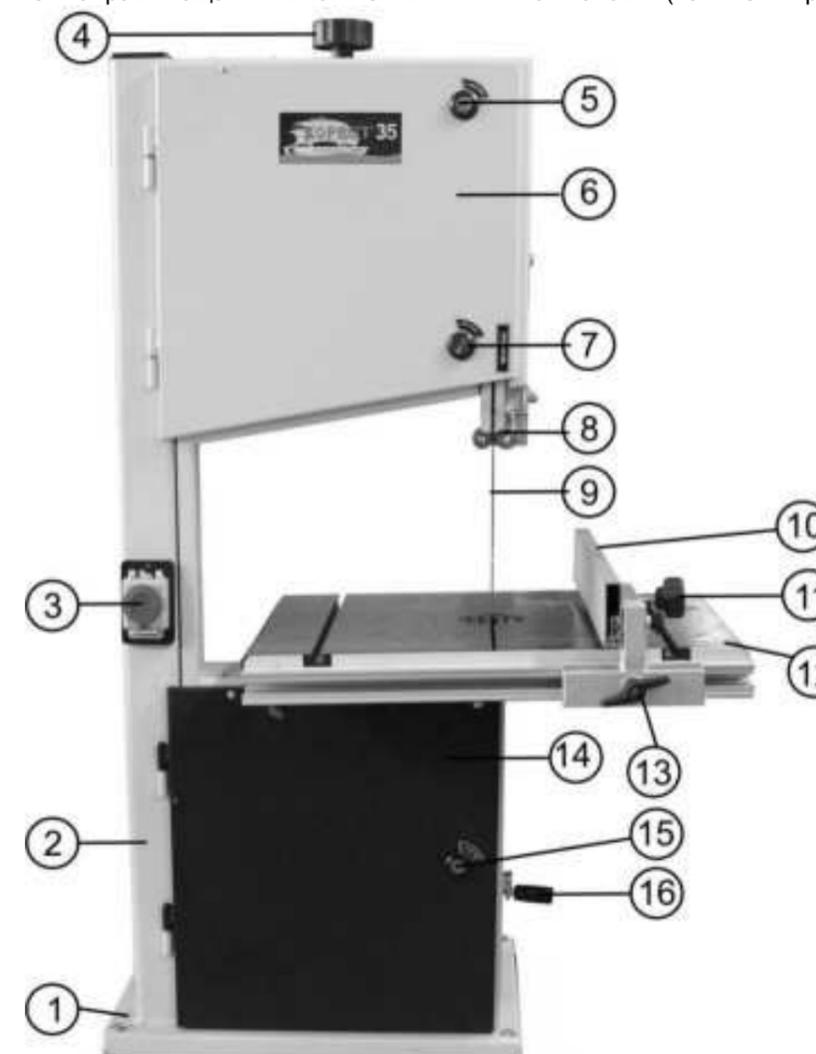
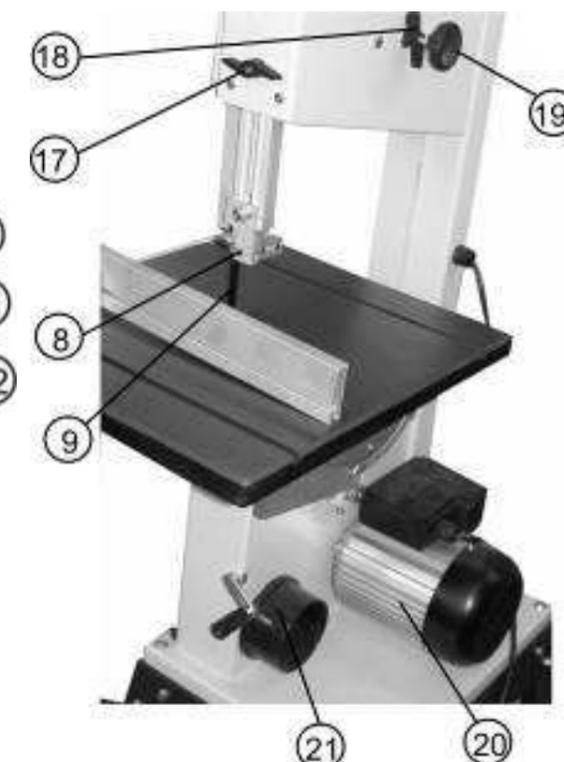

Рис. 2
Рис. 3
8.1.2. При установке пилы на верстаке (для обеспечения устойчивости) пила должна быть надежно прикреплена к верстаку через специальные отверстия в нижней части основания (1), Рис.2. Для этой цели необходимо установить болтовые соединения. Обязательно используйте при креплении плоскую и пружинную шайбы на каждый болт (не комплектуется).
- Переносите пилу при помощи подъемных механизмов и приспособлений, учитывая массу пилы (см. Табл.1) и только за основание (1), Рис.2.
12.1.1. Перед включением убедитесь в том, что патрубок пылесборника (21) пилы, Рис. 2, Рис. 3, подсоединён к устройству для сбора стружки и древесной пыли (см. Приложение А).
12.1.2. Поместите заготовку на рабочий стол (12). Проверьте плавность движения и равномерность прилегания заготовки к подвижному упору (10) и рабочему столу (12), Рис. 2.
12.3.4. Подачу заготовки осуществляйте двумя руками, не допуская опасной близости их к движущейся пильной ленте (9), с равномерной скоростью, без толчков, постоянно контролируя прижим заготовки как к рабочему столу (12), так и к подвижному упору (10). Продольное усилие подачи не должно перегружать пилу, не должно смещать пильную ленту (9) от траектории движения. Любая остановка заготовки может образовать неровность или ступень на срезе заготовки, Рис. 2.
12.3.6. При выполнении прямолинейных продольных или поперечных пиления заготовка обязательно должна плотно лежать на рабочем столе (12) и, кроме того, опираться на подвижный упор (10). Позиция подвижного упора (10) определяется заданным размером детали. Подвижный упор (10) должен быть точно выставлен и жестко зафиксирован, Рис. 2.
10.3. Установка маховика натяжения пильной ленты (Рис. 2)
10.3.1. Маховик (4), входящий в комплектность пилы, Рис. 1, установите, как показано на Рис. 2.
10.4. Установка ручки маховика натяжения ремня (Рис. 2)
10.4.1. Ручку (Ж), Рис. 1, установите в маховик (16), как показано на Рис. 2.
11.1.1. В связи с выполнением ряда работ, возникает периодическая необходимость установки рабочего стола (12) под прямым углом к пильной ленте (9), Рис. 2. На данной пиле предусмотрено такое фиксированное положение.
11.3.3. Поверните маховики замков (5, 7, 15) против часовой стрелки, откройте верхний и нижний кожухи (6 и 14), Рис. 2.